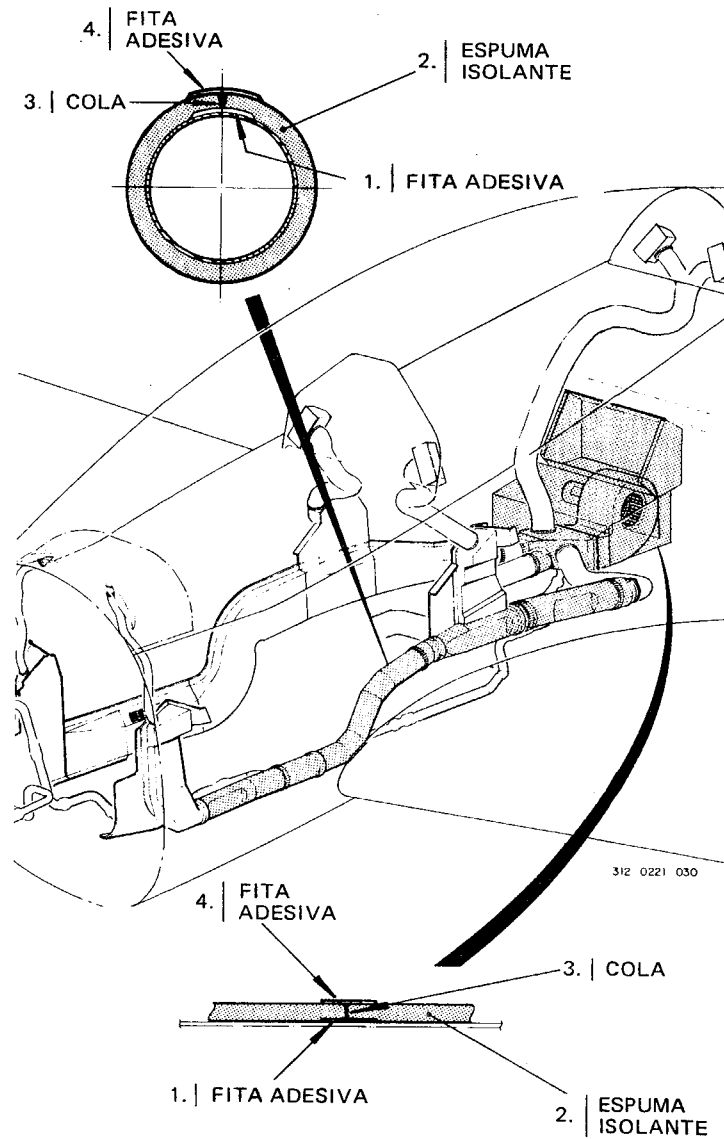

Figura 1-5
- A figura 1-5 mostra os componentes do subsistema de distribuição que são isolados termicamente.